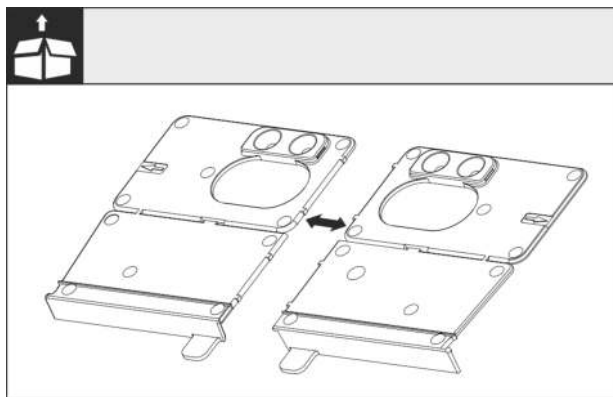

Fig. 27
- ▶ Montagewinkel Boden Fig. 27 () an der Perforierung trennen.